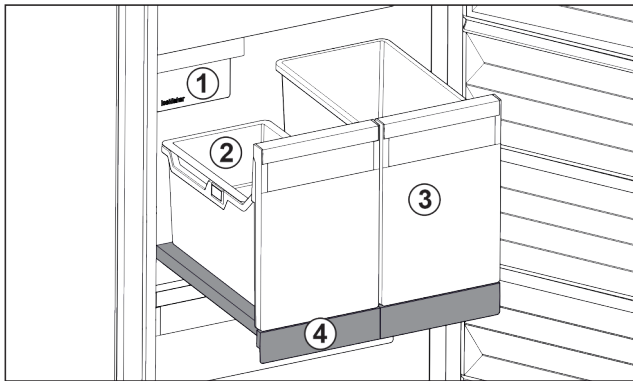

Fig. 40 Ripiano estraibile con IceTower
- (1) IceMaker
- (2) Vaschetta da agganciare per cubetti di ghiaccio
- (3) Contenitori ad es. per pizza, bevande alcoliche
- (4) Ripiano estraibile
Sul ripiano estraibile ci sono due contenitori alti (IceTower). I cubetti di ghiaccio dall'IceMaker vengono raccolti e conservati nel contenitore Fig. 40 (2). Il contenitore Fig. 40 (3) è adatto per conservare alimenti alti come pizze o bevande alcoliche.